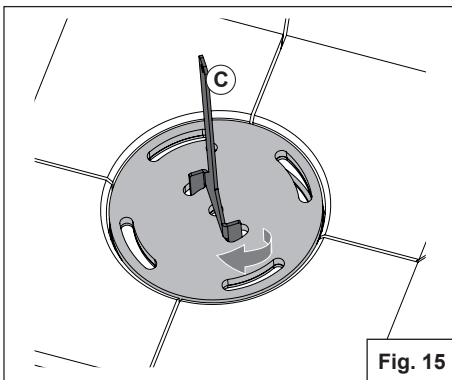

Fig. 15
2. Inserire il gancio all'interno dei fori centrali (C) e fare uno scatto in senso orario per agganciare la piastra (Fig.15);